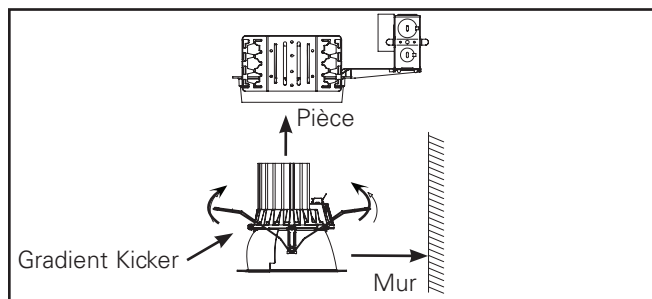

Figure 11.
2. Pour l'option de projecteur mural installez l'assemblage de la garniture avec le réflecteur à tablier en face du mur à éclairer. (Figure 11).